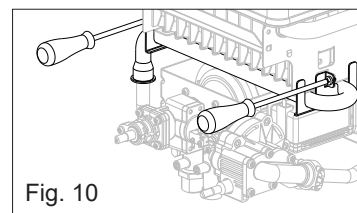

Fig. 10
- Svitare le viti che tengono in posizione il collettore (fig. 10)
**N.B.:** Si ricorda che per il funzionamento a GPL è necessario prevedere un regolatore di pressione all'alimentazione dell'apparecchio, regolato alla pressione di 30 mbar per il funzionamento a Gas Butano e 37 mbar per il funzionamento a Gas Propano. I valori sopra indicati devono essere misurati con un manometro la cui presa è collegata alla presa di pressione reperibile all'ingresso dell'apparecchio (fig. 10 - part. B).